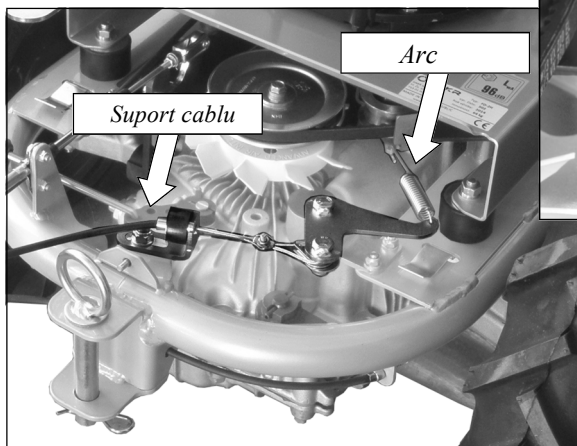

Fig. 39
2. Reglați cureaua trapezoidală cu manșonul de reglare de pe cablu (Fig. 34) sau de pe suportul cablului (Fig. 39).